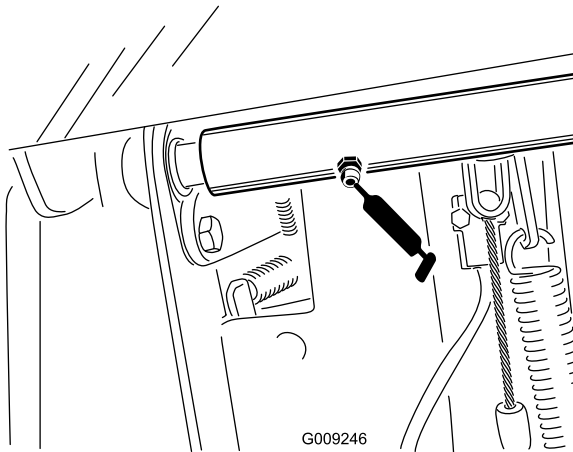

Bild 35
- Bremspedal-Drehzapfen der Wellenlager (2) (Bild 35)